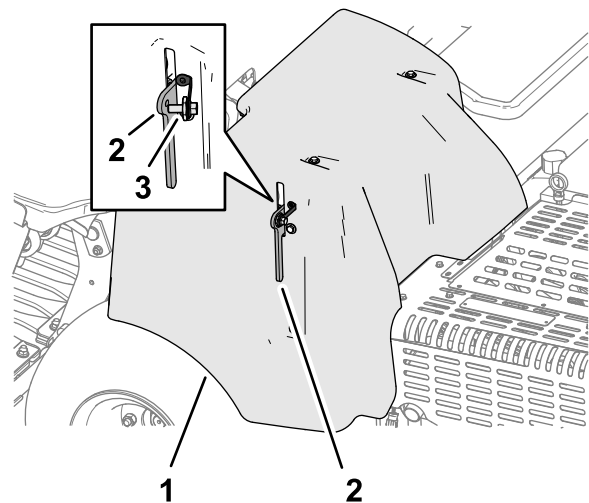

Figure 136
4. Si la machine est équipée de la sangle de sécurité de protège-courroies CE, insérez le boulon de la sangle dans le trou du verrou du protège-courroies, et serrez le boulon (Figure 136).